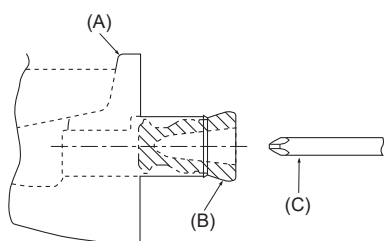

Fig. 5-1
- Per la tubazione sul lato sinistro dell'unità, accertarsi di inserire il tappo di gomma nell'apertura di drenaggio destra. (Fig. 5-1)
- (A) Vaschetta di drenaggio